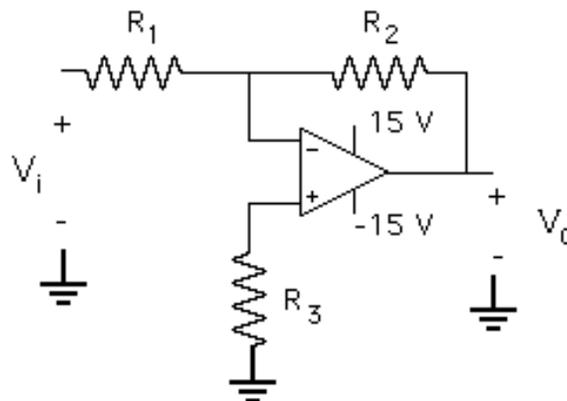

Figura 5.1.- Amplificador inversor
- 2.- Dada la configuración mostrada en la Figura 5.1, un amplificador inversor alimentado con fuentes de voltaje de $\pm 15V$, determine la función de transferencia V_o/V_i en función de las resistencias R_1 y R_2 utilizando los valores indicados por su profesor. Indique cuál es la utilidad de la resistencia R_3 .
- 3.- Monte el amplificador inversor de la Figura 5.1. Asegúrese de que las fuentes de alimentación de 15V y -15V lleguen a los pines correspondientes del amplificador.